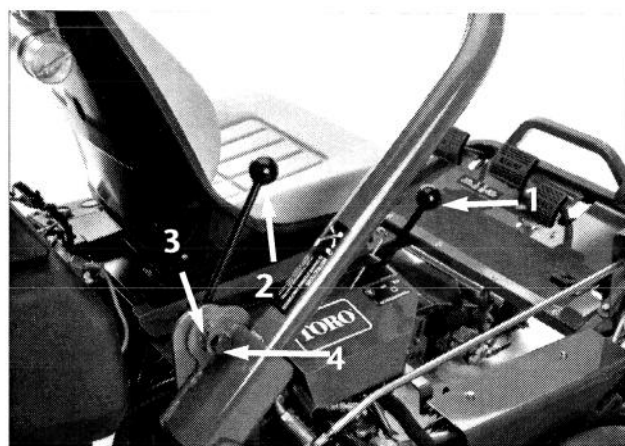

Figure 7
**SELECTEUR DE CHANGEMENT** (Fig. 7)—Permet deux sélections de déplacement, plus une position POINT MORT. Il est possible de passer de l'une à l'autre sélection lorsque la machine est en cours de déplacement. Aucun dégât ne peut en résulter.
**LEVIER DE BLOCAGE DU BRAS DE DIRECTION** (Fig. 7)—Tourner le levier vers l'arrière pour desserrer, puis relever ou abaisser le bras de direction en fonction du confort de l'utilisateur. Tourner ensuite le levier vers la droite pour resserrer.